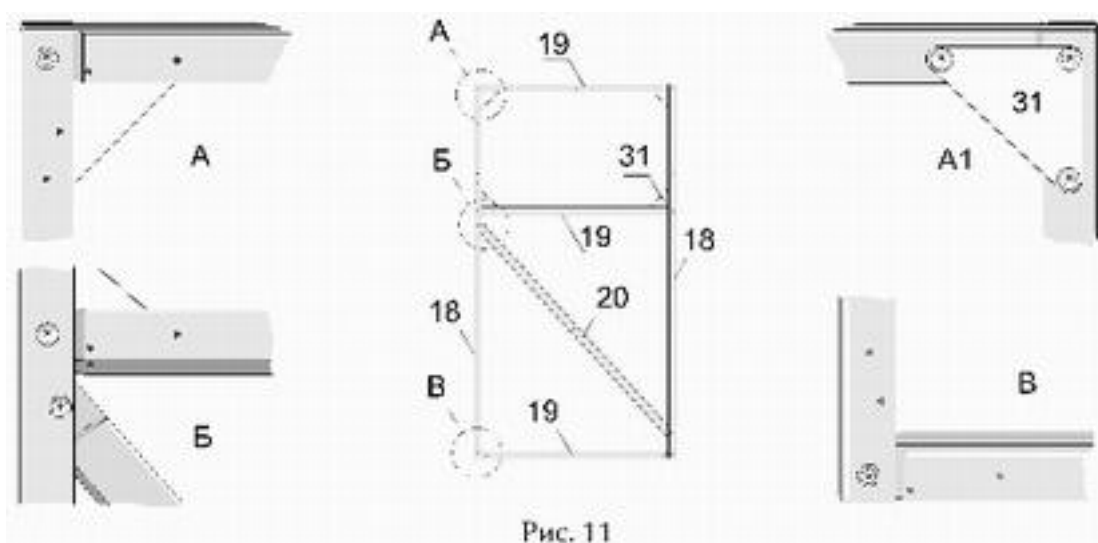

Рис. 11
3.1.9. Две стойки двери №18 соедините между собой тремя поперечинами двери №19. Для фиксации форточек в закрытом состоянии, в оконном проёме закрепите косынки №31 (рис.11-А1). *Внимание! Для предотвращения загрязнения внутреннего пространства профиля при креплении нижней поперечины двери №19, средняя полка профиля должна располагаться вверху (рис.11-В).*